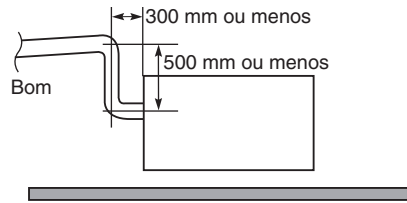

Fig. 3-11
- Se for necessário aumentar a altura do tubo de drenagem, a secção directamente depois da abertura de ligação pode ser elevada até um máximo de 500 mm. Não a eleve mais do que 500 mm, pois isso poderia causar vazamentos de água. (Fig. 3-11)